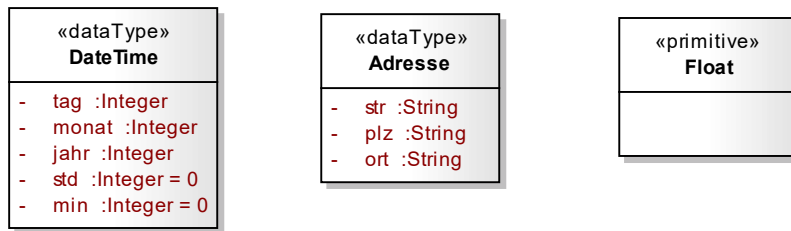

Abbildung 1: Datentypen (der Datentyp *DateTime* kann sowohl zur Modellierung eines Datums als auch eines Zeitpunkts verwendet werden).
- Die in Abbildung 1 unten dargestellten Datentypen können ohne weitere Spezifikation benutzt werden. Wenn weitere Datentypen benötigt werden, sind diese zu spezifizieren.